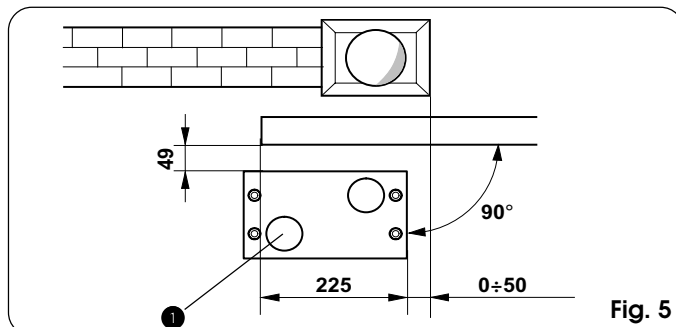
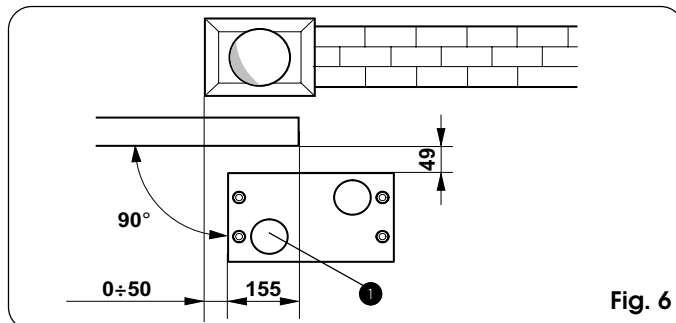

Fig. 5
Fig. 6
- 2) La piastra di fondazione deve essere posizionata come da Fig.5 (chiusura destra) o Fig.6 (chiusura sinistra) per garantire il corretto ingranamento tra il pignone e la cremagliera.